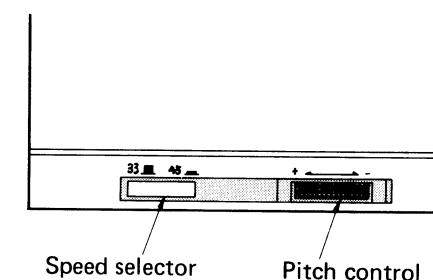

Fig. 14
(See Fig. 14)
3. Den Drehzahlumschalter in die 33-1/3 U/min-Position drücken. (Siehe Abb. 14)
5. Den Drehzahlumschalter in die 45 U/min-Position drücken. (Siehe Abb. 14)
3. Pousser le commutateur de changement de vitesse sur 33-1/3 t/p.m. (Voir Fig. 14)
5. Pousser le commutateur de changement de vitesse sur 45 t/p.m. (Voir Fig. 14)